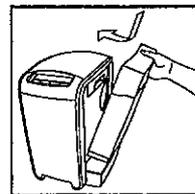

Fig. 14
- Remplacez le réservoir dans le plateau du laveur d'air (fig. 14).